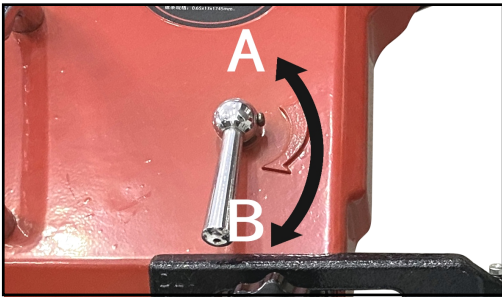
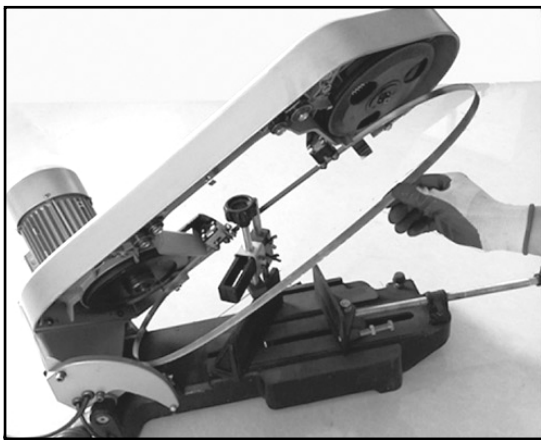
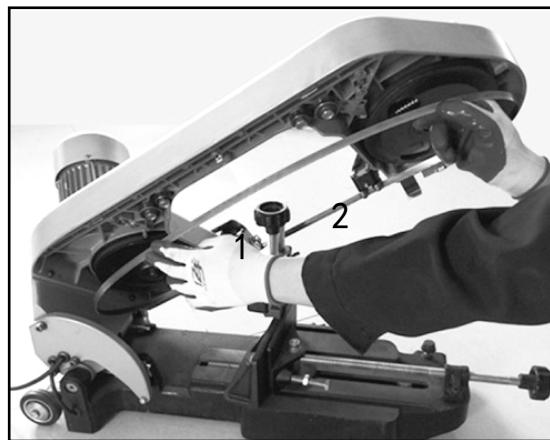

图 180-6
图 180-7
图 180-8
1. 卸下磨损报废的锯片时，如图 180-6 所示逆时针（A）旋转锯片紧固手柄锯片即可松动。然后如图 180-7 所示慢慢取出磨损报废的锯片。
2. 安装新锯片时，如图 180-8 所示将锯片绕过转轮，再将锯片另一侧嵌入导向臂（1 和 2）之间，直至锯片背部接触到导向臂底部。保持锯片位置不动，如图 180-6 所示顺时针（B）旋转锯片紧固手柄（不可过分扳动），此时锯片具有适当的涨紧度确认锯片正确位于锯架和转轮之间。